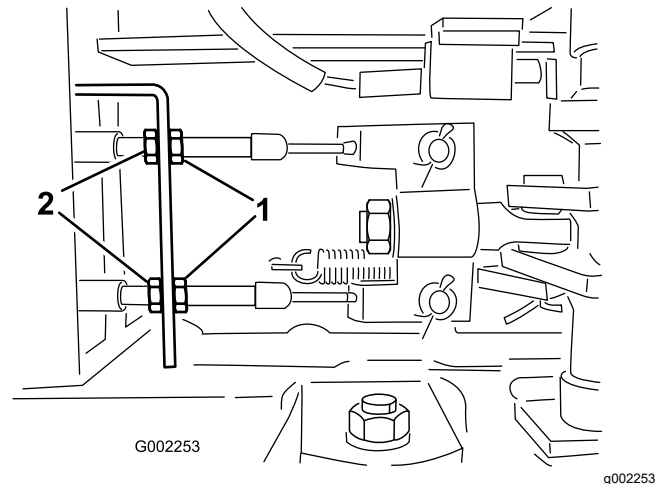

Figure 95
5. Desserrez les écrous de blocage avant sur les câbles de frein, sous l'extrémité avant du pulvérisateur (Figure 95).
6. Serrez les écrous de blocage arrière uniformément jusqu'à ce que la pédale de frein s'enfonce de 1 à 2 cm (0,5 à 1 po) avant que vous sentiez une résistance (Figure 95).